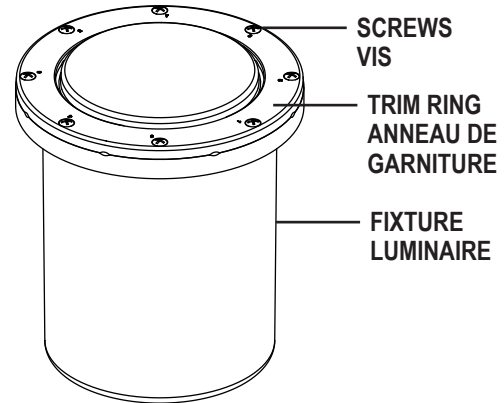

Fig. 1
- 2) Enlevez les huit (8) vis de fixation d'origine du luminaire enterré. Retirez et jetez l'anneau de garniture existant (voir Fig. 1).